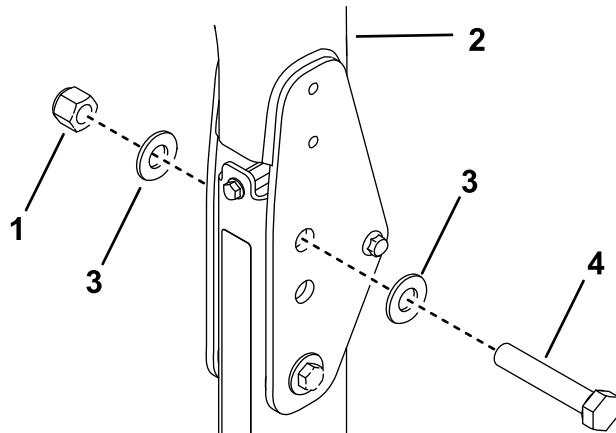

Figura 37
2. Coloque una arandela (13/16" x 1 1/2") en cada perno (3/4" x 4"), según se muestra en Figura 37.
3. En los taladros de donde se retiraron los pasadores, instale los pernos y las arandelas (Figura 37).
4. Coloque otra arandela sobre cada perno y sujetelas con una tuerca (3/4"), según se muestra en Figura 37.